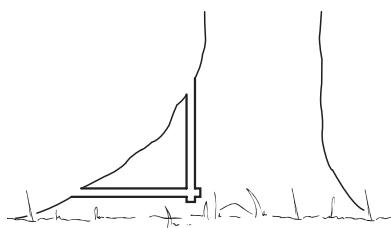

Рис. 20 Очистка ствола
4.2. Подпишите большие прикорневые наплыты: первым должен подпиливаться наибольший корневой наплыv — сначала вертикально, затем горизонтально — только у здорового дерева (Рис. 20).